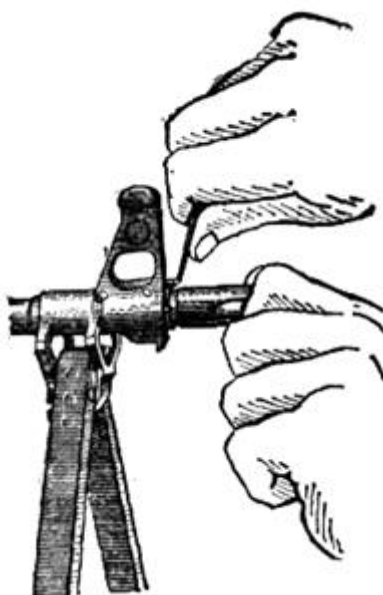

Рис. 24. Отделение пламегасителя
4) **Отделить у автомата дульный тормоз-компенсатор, у пулемета – пламегаситель (рис. 24).** Утопить отверткой фиксатор дульного тормоза-компенсатора (пламегасителя). Свернуть дульный тормоз-компенсатор (пламегаситель) с резьбового выступа основания мушки (со ствола), вращая его против хода часовой стрелки. В случае чрезмерно тугого вращения дульного тормоза-компенсатора (пламегасителя) допускается производить отворачивание его с помощью выколотки (шомпола), вставленной в окна дульного тормоза-компенсатора (щели пламегасителя).